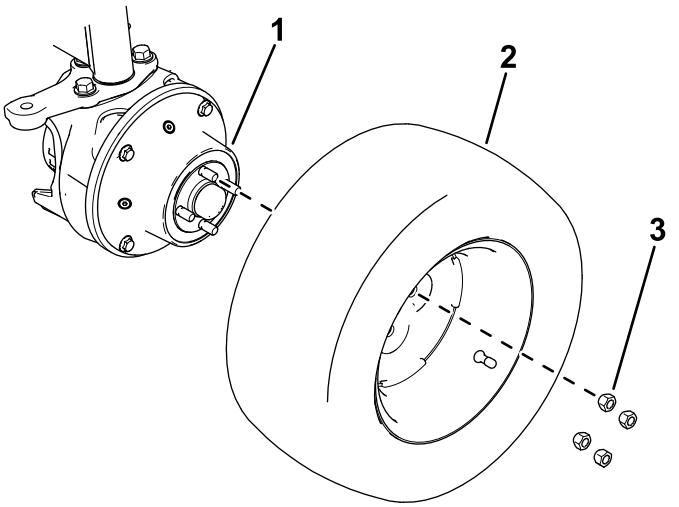

Figure 54
1. Déposez les roues arrière gauche et arrière droite de la machine (Figure 54).